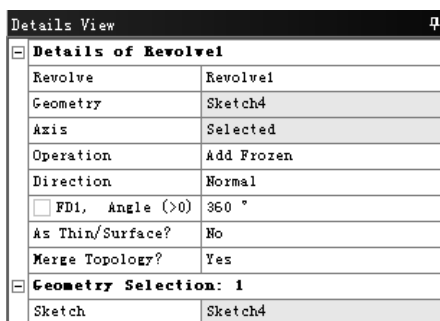

图 3.13.21 “Details View”对话框
(2) 在工具条中单击 **Revolve** 按钮 ，弹出图 3.13.21 所示的“Details View”对话框；使用草图 4 作为截面，定义竖直轴线为旋转轴，在 **Operation** 下拉列表中选择 **Add Frozen** 选项。单击工具条中的 **Generate** 按钮，完成旋转特征 2 的创建。